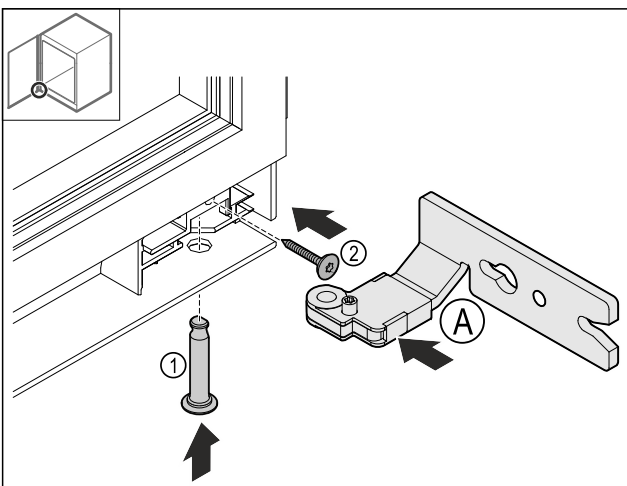

Fig. 23
- Indsæt det nederste hængsel Fig. 23 (A).
- Indsæt bolten Fig. 23 (1), og hold den fast.
- Skru skruen Fig. 23 (2) fast.